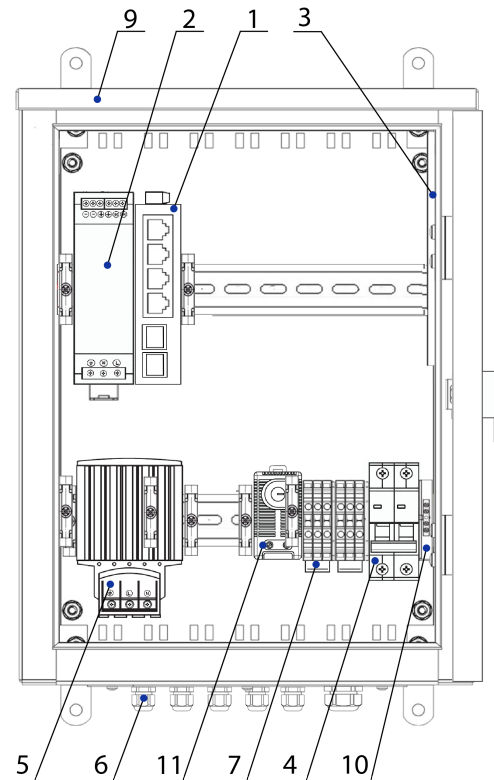

Рис.1
## СОСТАВ ИЗДЕЛИЯ (СМ. РИС. 1)
1. Заземлить изделие при помощи зажима наборного 10 (рис.1).
5. Подключить кабель питания к входу автомата питания 4 (рис.1).